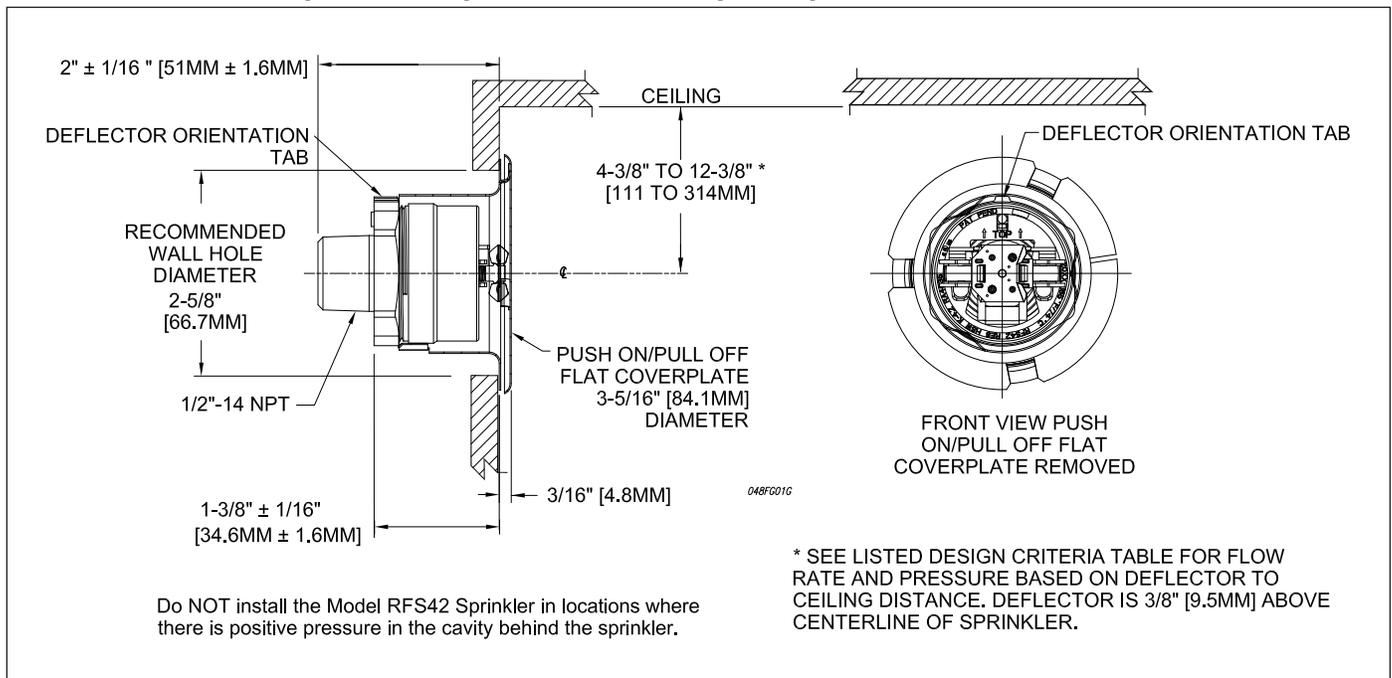

Fig. 1
Ne pas retirer pas le capuchon de protection en plastique installé en usine car il est dimensionné pour tenir à l'intérieur de la clef G6. Veuillez noter que le sprinkleur ne peut s'accoupler que lorsque la patte d'orientation du déflecteur du sprinkleur (Fig. 1) est alignée avec les rainures de la clef. La clef G6 est fournie avec un niveau à bulle et un marquage TOP(haut), pour permettre la bonne orientation du déflecteur mural horizontal. Le nivellement final peut être effectué après l'obtention d'un joint étanche avec un couple minimum à maximum de 8 à 18 pi-lb (11 à 24 N·m). Laisser le capuchon de protection en place pour protéger le sprinkleur pendant que le mur est enduit, tapissé ou peint. Le capuchon de protection doit être retiré et la plaque de recouvrement indiquée doit être installée avant la mise en service du système de sprinkleurs. Un orifice de 2⁵/₈ po (67 mm) de diamètre doit être percé dans le mur pour que l'assemblage du sprinkleur puisse passer à travers.
4. Le raccord du sprinkleur doit être installé de manière à ce que l'arrière du sprinkleur soit à 2¹/₁₆ po +/- 1¹/₁₆ po de la surface finie du mur. Vérifier les dimensions de l'assemblage mural avant l'installation afin d'assurer que la plaque de recouvrement se fixe au sprinkleur et repose contre la surface du mur fini (Fig. 1).